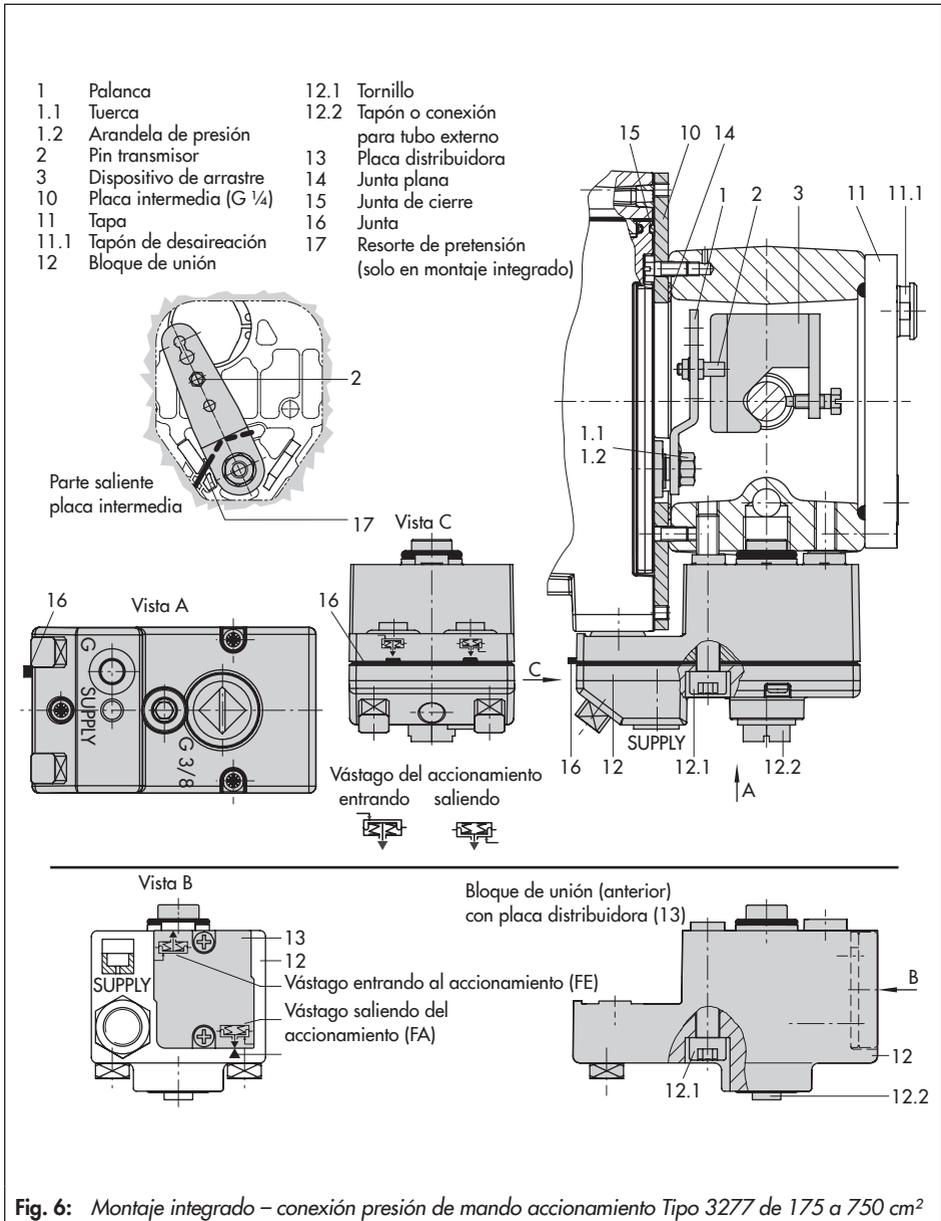

Fig. 6: Montaje integrado - conexión presión de mando accionamiento Tipo 3277 de 175 a 750 cm²
Montar el posicionador en el puente como se muestra en la fig. 6. En accionamientos con "vástago saliendo del accionamiento" la presión de mando se conduce al accionamiento por una conducción interna en el puente a través del bloque de unión (12), y con "vástago entrando al accionamiento" a través de un tubo externo.
1. Colocar el dispositivo de arrastre (3) en el vástago del accionamiento, alinearlos y fijarlo de forma que el tornillo de fijación esté bien alojado en el encaje del vástago del accionamiento.
2. Fijar la placa intermedia (10) con la parte saliente más estrecha (fig. 6 izq.) hacia la conexión de la presión de mando, la junta plana (14) enganchada tiene que quedar del lado del puente del accionamiento.
3. **Accionamiento de 355, 700 y 750 cm²:** Desatornillar el pin (2) colocado en la posición 35 de la palanca M (1) y atornillarlo en la posición 50.
la junta (16) 180° y volver a fijarlo. Con la ejecución anterior de bloques de unión (fig. 6 abajo) es necesario girar la placa distribuidora (13) hasta que la marca indique el símbolo que corresponde a la ejecución del accionamiento.
8. Colocar el bloque de unión (12) con sus juntas en el posicionador y puente del accionamiento, y fijarlo con los tornillos (12.1). En accionamientos "vástago entrando" se tiene que quitar el tapón (12.2) y montar el tubo para la presión de mando.
9. Montar la tapa (11) posterior. Al hacerlo prestar atención para que una vez instalada la válvula, el tapón de desaireación (11.1) apunte hacia abajo, para asegurar una evacuación de posibles condensados.